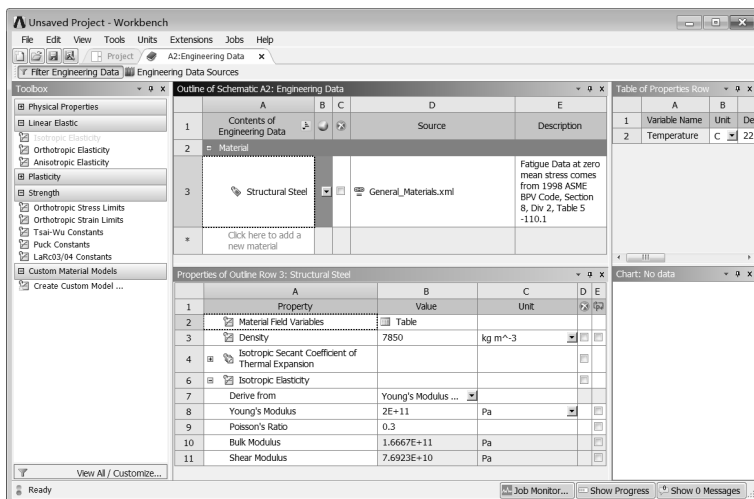

图 14-87 材料参数设置界面（1）
Step3 : 双击 A2 栏 Engineering Data 选项，进入如图 14-87 所示的材料参数设置界面。在该界面下即可进行材料参数设置。